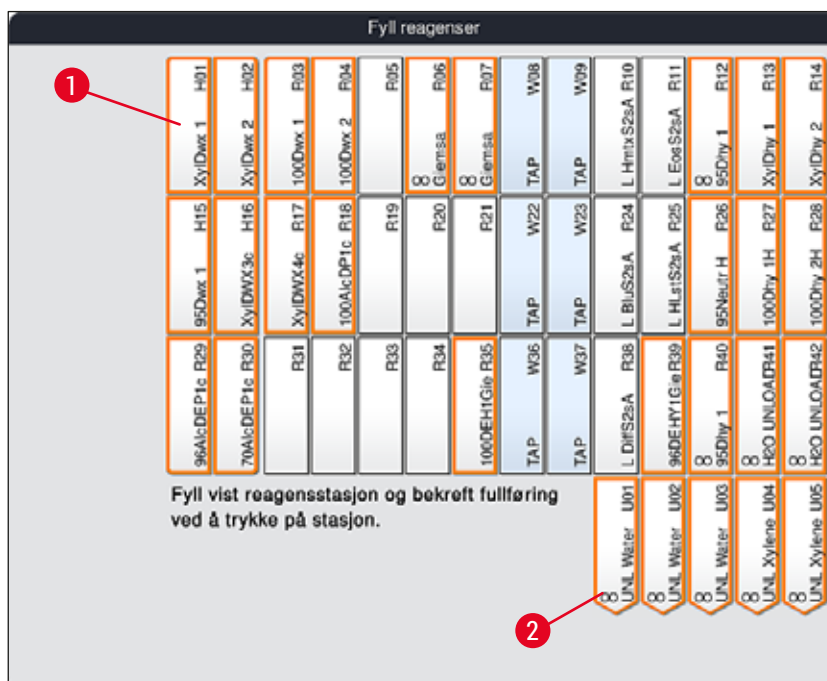

Fig. 56
- I det nye vinduet **Fyll reagenser** (→ "Fig. 56") er stasjonene som skal fylles, merket med oransje (→ "Fig. 56-1").
Bare brukerdefinerte reagenser og reagenser som er lagt til Leica-fargeprogrammene vises med oransje markering (→ "Fig. 56"). Deretter skannes reagensene fra Leica-reagenssettet (→ S. 79 – Fyll reagenser i Leica-reagenssettet).